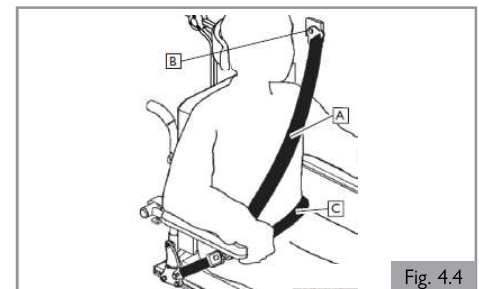

Fig. 4.4
14. Se deben usar correas de sujeción para la pelvis y para la parte superior del torso a fin de sujetar al ocupante y reducir la posibilidad de golpes en la cabeza y en el pecho con los componentes del vehículo, además del riesgo grave para el usuario y los otros ocupantes del vehículo (Fig. 4.4).
15. La correa de sujeción para la parte superior del torso (A) debe sujetarse a la columna del vehículo (B). No hacerlo aumentará el riesgo de lesiones abdominales graves para el usuario (Fig. 4.4).
17. La correa de sujeción pélvica (C) debe usarse en la parte baja a través de la parte frontal de la pelvis, de manera que el ángulo de la correa pélvica se encuentre dentro de la zona preferida de 30 a 75 grados con respecto al eje horizontal (Fig. 4.4).
19. La correa de sujeción para la parte superior del torso (A) debe acomodarse sobre el hombro y a través del pecho (Fig. 4.4).